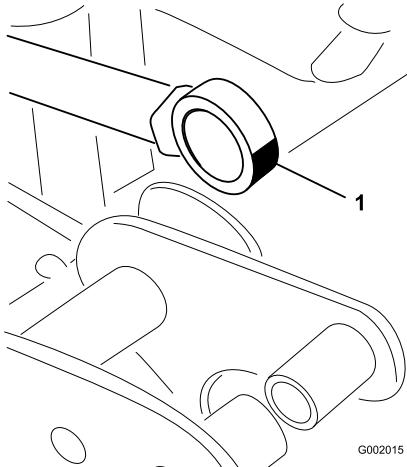

Figure 44
5. Manipulez le côté roulement de la tige d'actionneur et appliquez de la graisse dans le roulement (Figure 44). Essuyez tout excès de graisse.